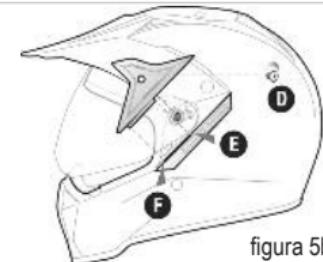

figura 5b
Posizionare la visiera sul meccanismo in modo che la sede di rotazione (G) sia inserita nell'anello di rotazione (H). Posizionare il cover sopra la visiera fino a far combaciare il foro del cover con quello presente sulla calotta (D figura 5b).